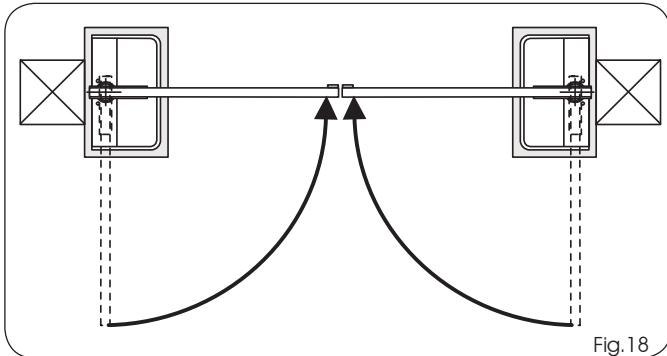

Fig.18
- 9) Refermer le portail (Fig.18).